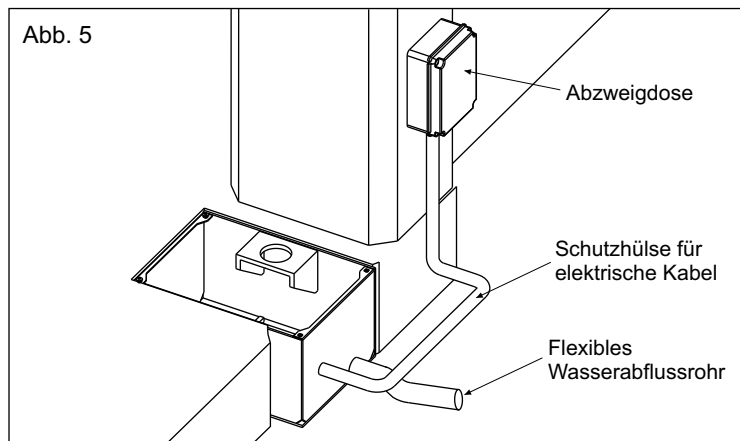

Abb. 5
- ein Wasserabflussrohr aus flexiblem Plastik mit einem Durchmesser von mindestens 40 mm, muss in die dafür vorgesehene Öffnung auf dem Gehäuse vor dessen Einbetonierung eingeführt werden (Abb. 5) und **muss bis zum Abfluss der Kanalisation gebracht werden;**